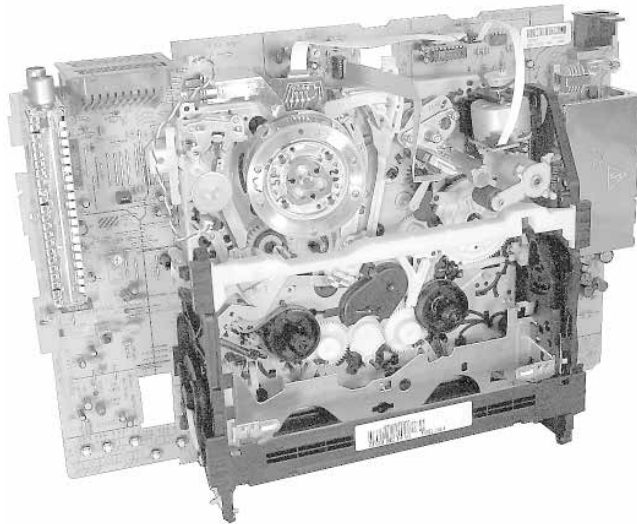

Fig. 9
- Chassisplatte mit Laufwerk wie in Fig. 9 gezeigt aufstellen.
- Place the Chassis Board with the Drive Mechanism in vertical position as shown in Fig. 9.